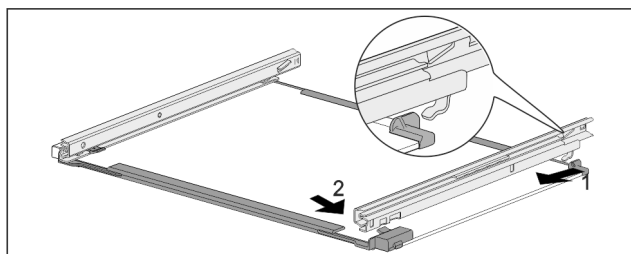

Fig. 72 Sklenená doska s koľajničkami
- ▶ Zaháknite koľajničku vzadu. Fig. 72 (1)
- ▶ Zaklapnite koľajničku vpredu. Fig. 72 (2)